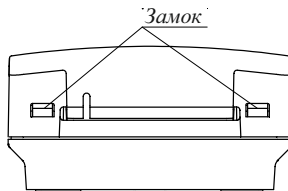

Рисунок 3
5.6 Для установки ЭДУ-ПТ необходимо отсоединить корпус от основания, нажав отверткой на замки (рисунок 3).